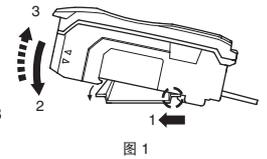

图 1
- 将位于机身底部的卡槽与 DIN 导轨对齐，如图 1 所示。向箭头 1 方向推机身的同时，朝箭头 2 方向按下去。